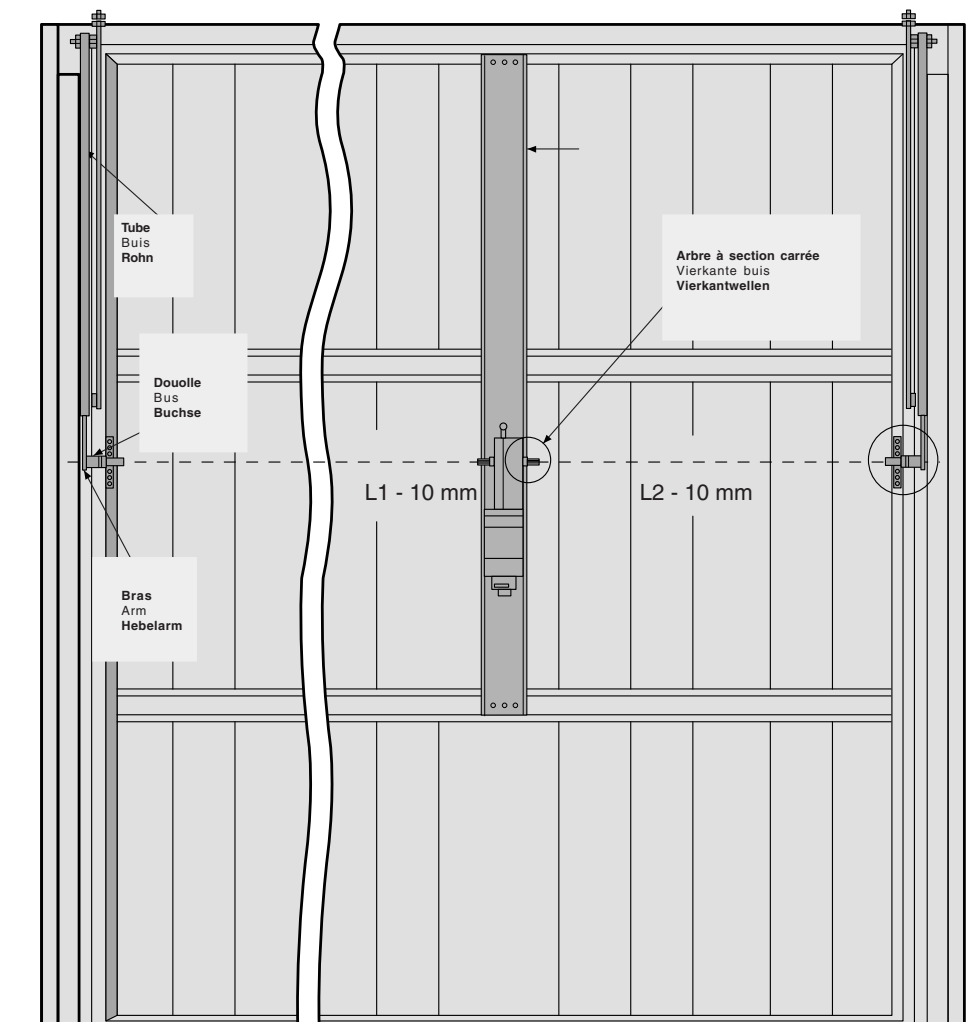

Fig. 6
- Placer les arbres carrés sur le moteur en les laissant dépasser de 35 mm. Les bloquer avec les boulons sans tête qui se trouvent sur l'arbre moteur (fig. 6).
- Bevestig de vierkante metalen blokjes in de motor en laat ze er ongeveer 35mm uitsteken. Maak de blokjes vast met de inbuschroeven die zich op de as van de motor bevinden (fig. 6). Plug zowel links en rechts de zwarte nylon dop in het transmissiesysteem. Zaag de overbrengingsbuis af op gewenste lengte en zorg ervoor dat ze 10mm korter is dan de afstand tussen L1 en L2 (afstand tussen motor en transmissiesysteem).
- Die Vierkantwellen so in den Motor einsetzen, daß sie 35 mm herausragen, und dann mit den an der Motorwelle befindlichen Befestigungsstiften festklemmen (Abb. 6). Buchsen schmieren und in die Vorgelege einsetzen. Das Antriebsrohr so abschneiden, daß es 10 mm kürzer als die Abstände L1 und L2 ist (Abstand zwischen Buchsenprofil und Motorwellenprofil). Arm schmieren und in das Rohr einsetzen, dann den Arm gemäß Abb. 7 mit der Buchse und dem Vorgelege verbinden.